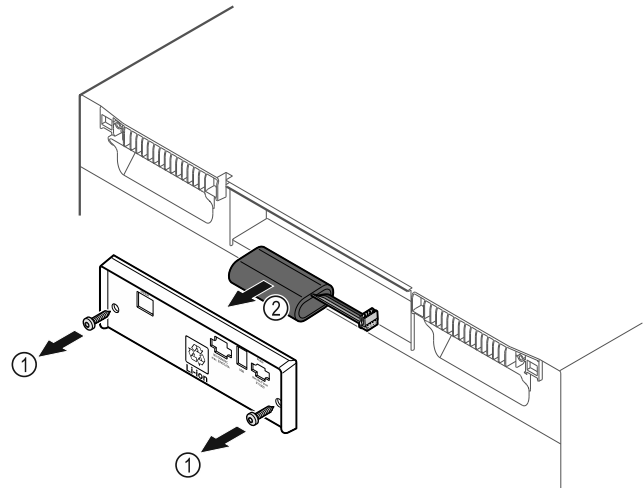

Fig. 153
- ▶ Викрутити гвинти і зняти кожух на задньому боці пристрою Fig. 153 (1).
- ▶ Батарею від'єднати та вийняти Fig. 153 (2).